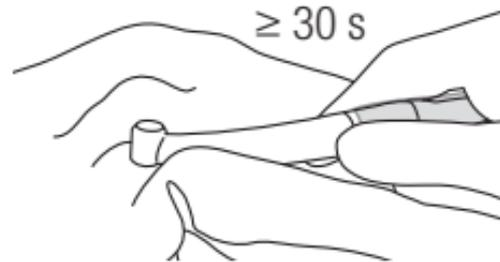

Figure 6.
- ③ Essuyez l'extérieur de la pièce à main et du moteur à l'aide d'un chiffon imbibé d'alcool désinfectant (Figure 6.).